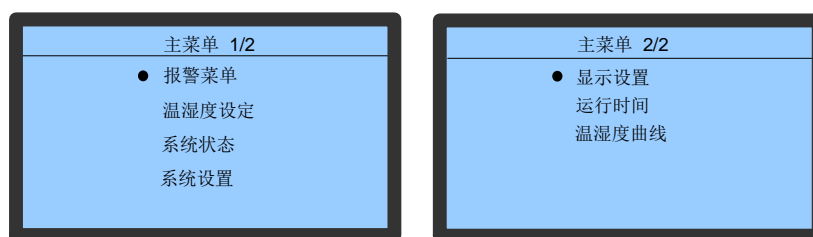

图6-5 主菜单
- 1、主菜单下包括 7 个子菜单项，分两屏显示，如图 6-5 所示。